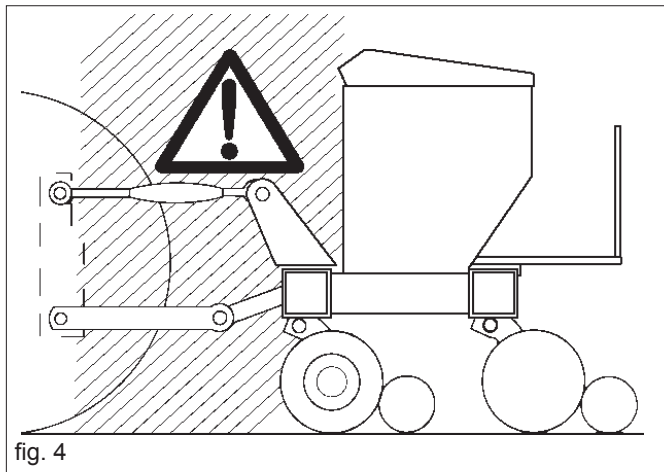

fig. 4
- 23) È assolutamente vietato interpersi fra il trattore e l'attacco per manovrare il comando dall'esterno per il sollevamento (Fig. 4).
- 24) È assolutamente vietato interpersi tra il trattore e l'attrezzatura (Fig. 4) con motore acceso nonché senza aver azionato il freno di stazionamento ed aver inserito, sotto le ruote, un ceppo di bloccaggio di adeguate dimensioni.